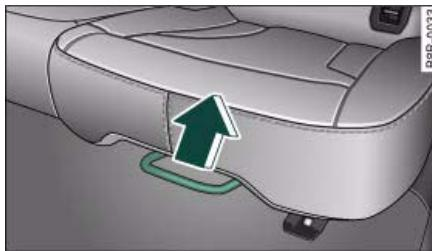

Fig. 62 Ajuste longitudinal*
- Tire del estribo hacia arriba y desplace el asiento hacia adelante o hacia atrás ⇒ fig. 62.